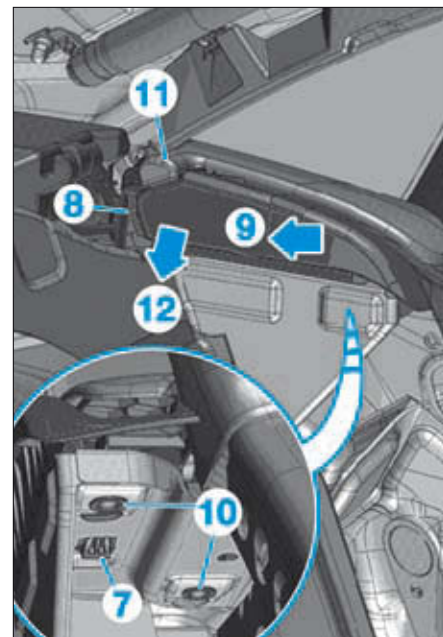

FIG. 28
- Pousser le crochet d'arrêt (7) de l'élément de guidage de ceinture vers le haut et le maintenir dans cette position (Fig.28).
- Pousser l'élément de guidage (8) vers l'arrière en (9) jusqu'à ce qu'il soit possible de libérer les têtes de vis (10) de la console sur la carrosserie.
- Soulever légèrement le revêtement du montant arrière (11) et extraire latéralement, le guide-ceinture vers l'intérieur du véhicule en (12).